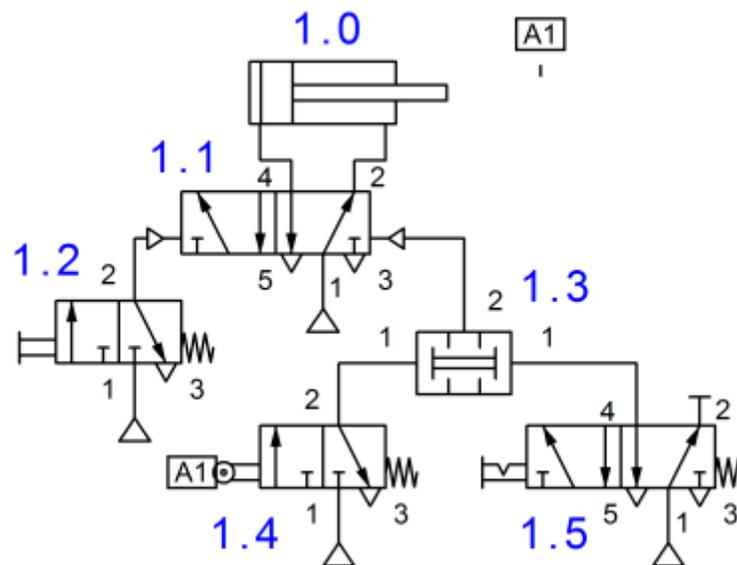

Figura 5.
3. Cierre la unidad de mantenimiento, desconecte y retire todos los elementos de la placa, solo dejando la unidad de mantenimiento y el distribuidor. Analice el esquema de la figura 5, e identifique los elementos que se necesitaran.
5. Ahora conecte las vías 1 de 1.1, 1.2, 1.4 y 1.5, al distribuidor. Conecte la vía 2 de 1.4 y la vía 4 de 1.5 a las vías 1 de la válvula AND, tal y como se observa en la figura 5. Conecte la vía 2 de 1.2 y la vía 4 de 1.3 a la válvula 5/2 biestable, después conecte las vías 4 y 2 de 1.1 al cilindro de doble efecto, tal y como se muestra en la figura 5. Abra la unidad de mantenimiento y pruebe el circuito, observe que para que pueda regresar el vástago tiene que estar pulsada tanto la válvula de rodillo como estar activada la válvula 5/2 (1.5).